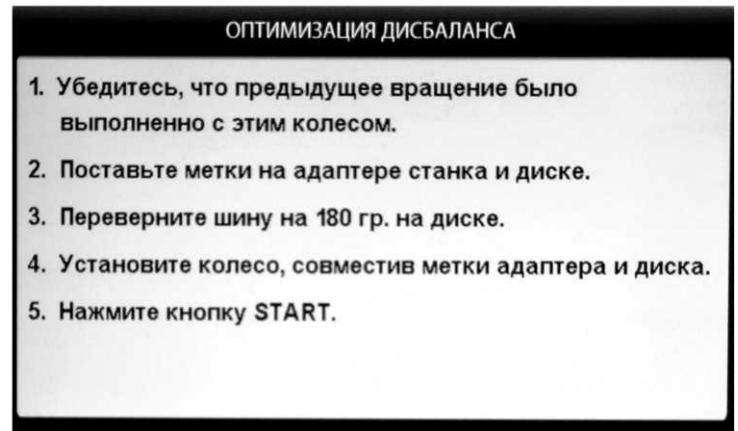

рис.15.2
кнопку 3, после чего на экране монитора появится окно (рис. 15.2). Далее выполните операции согласно указаниям в окне (рис.15.2).
15.3. После выполнения п.5 в окне рис.15.2 на экране монитора появится окно (рис 15.3), а на индикаторах 1 отобразится величина статического дисбаланса колеса, а на индикаторах 4 - величина дисбаланса колеса, которую можно получить после завершения программы Opt. Поставьте метки нашине и диске согласно указаниям в окне рис.15.3.